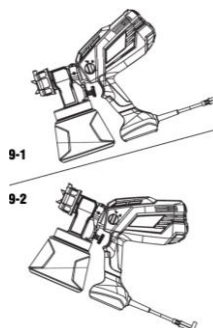

fig. 9
Lorsque le tube d'aspiration est bien aligné, il est possible de pulvériser le matériau de revêtement sans qu'il ne reste pratiquement aucun résidu (fig. 9).
3. Alignez le tube d'aspiration (fig. 9).